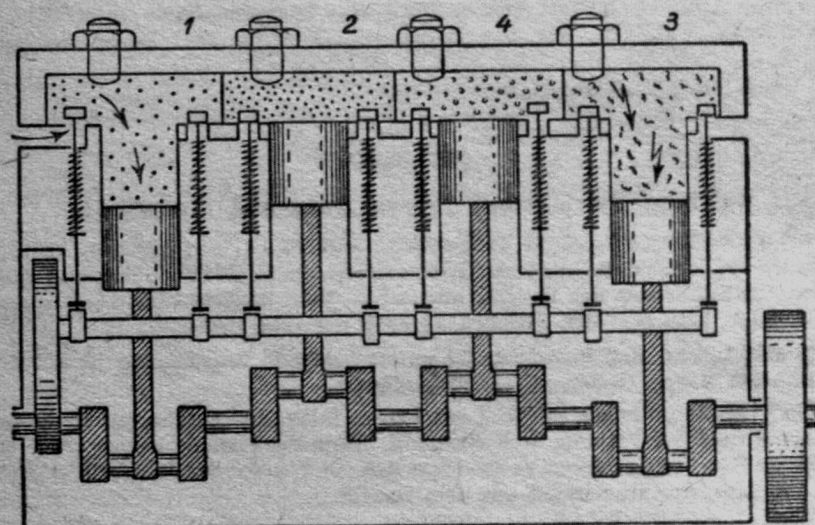

Abb. 40
Erkläre die Arbeitsvorgänge im Zylinder mit Hilfe folgender Übersicht und der Abb. 40!
b) **Verbindung von mehreren Zylindern.** Um eine gleichmäßige Leistung zu erzielen, läßt man mehrere Zylinder an einer Stelle arbeiten (s. Abb. 40). Die Arbeitstakte wechseln ab; ist der 1. Zylinder im 1. Arbeitstakt, so ergibt sich folgende
c) **Die Ventilsteuerung.** Jedes Ventil darf nur während eines der vier Arbeitstakte offen sein; während der drei anderen ist es geschlossen. Das geschieht durch Vorsprünge an der Steuerwelle, sog. Nocken (s. Abb. 40). Das Öffnen der Ventile geschieht durch die Nocken, ihr Schließen durch Federn (s. Abb. 40).